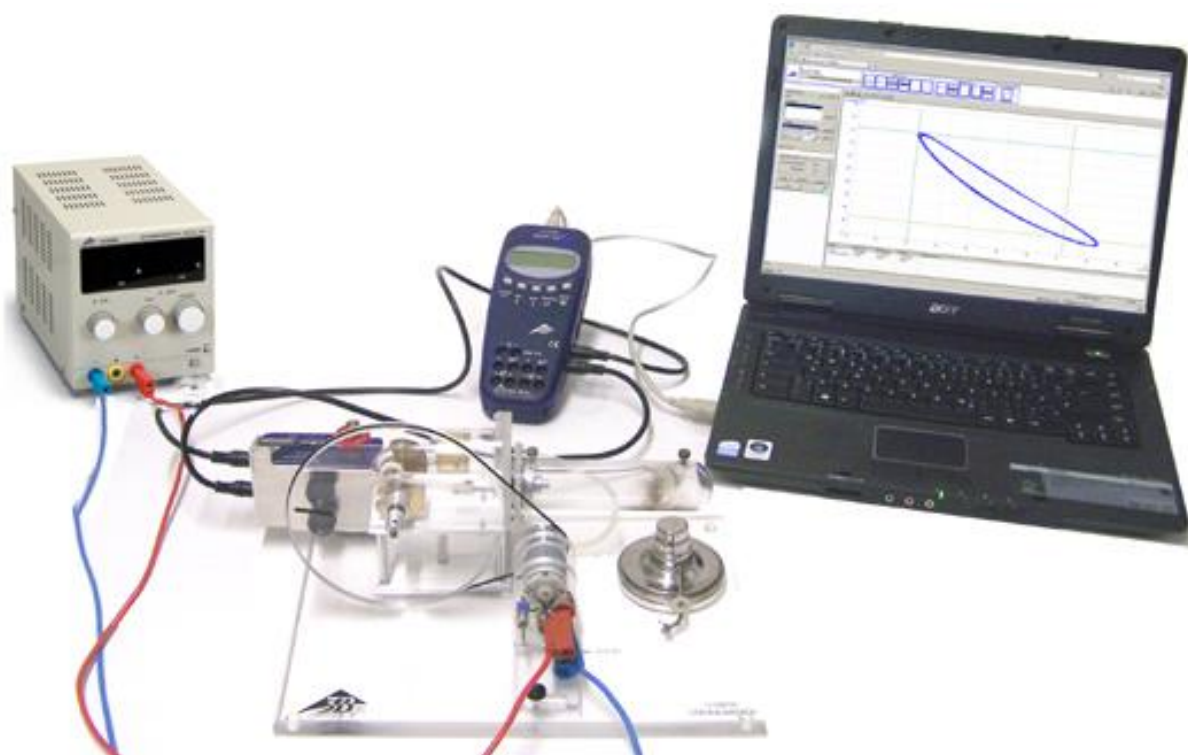

Fig. 4 Desenho do diagrama pressão-volume
- Conectar a conexão de mangueira “+” do sensor de pressão relativa e a conexão do cilindro de trabalho do motor Stirling, por meio da mangueira do fornecimento do suporte de sensores (1008500) (vide Fig. 4).